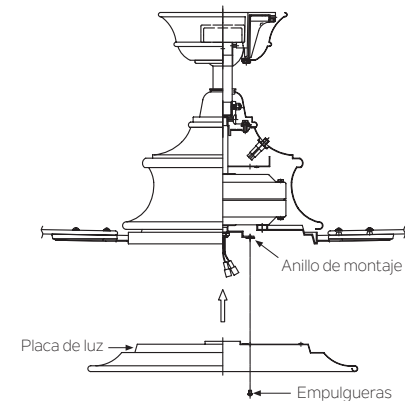

Fig. 17
**Paso 1.** Afloje los dos tornillos en el anillo de montaje unido al eje del motor y “retire” y guarde el tercer tornillo. (Fig. 17)